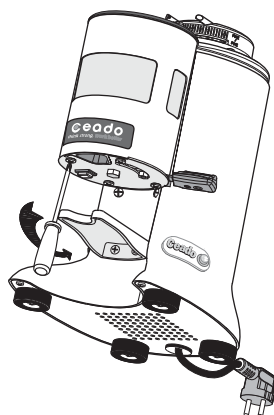

Fig. 9
- 1** Desenroscar el tornillo del fondo del dosificador como ilustrado en la Fig. 9 con un destornillador de cruz y conservarlo.